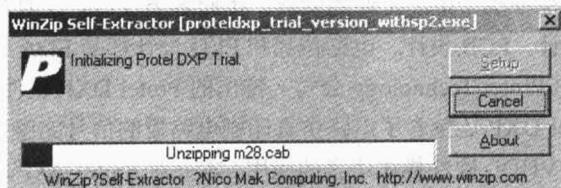

图 1-2 开始解压对话框
(2) 输入安装许可密码后，单击 OK 按钮，开始解压缩安装文件，如图 1-2 所示的对话框。